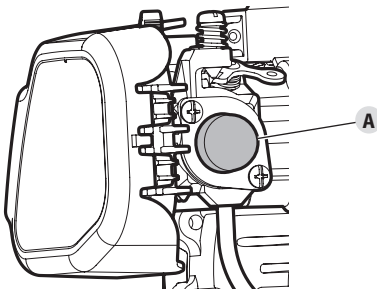

Fig. 12
1. Appuyez lentement et relâchez la poire d'amorçage (Fig. 12-A) à **10 reprises**. Si aucune quantité de carburant n'apparaît dans la poire d'amorçage, **appuyez et relâchez la poire jusqu'à l'apparition de carburant**.